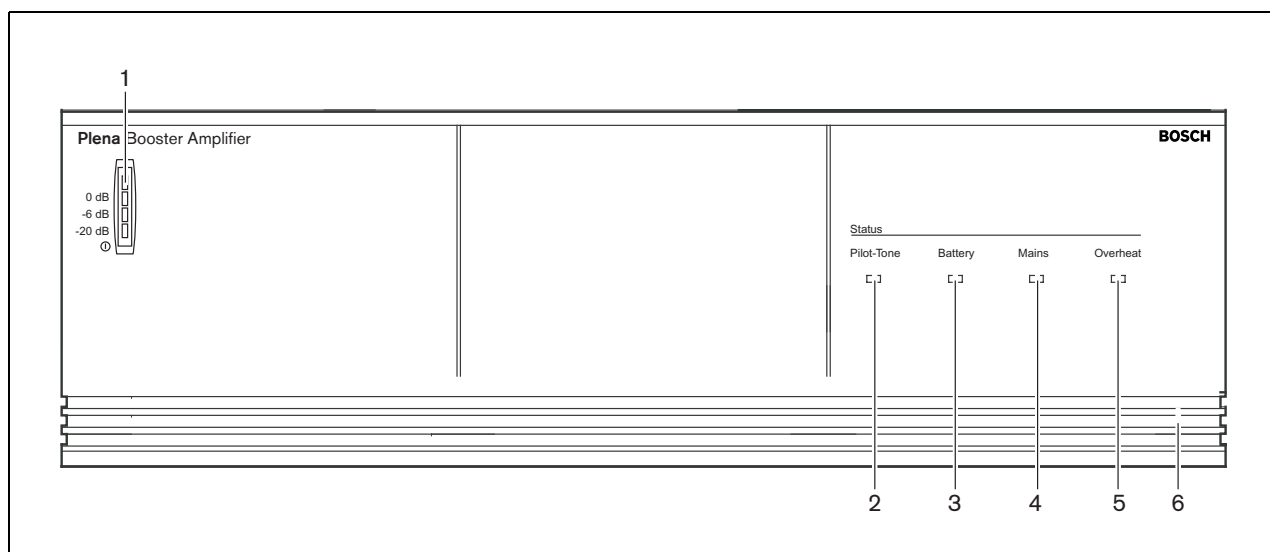

figura 5.2: Painel frontal LBB1938/20
Se estiver disponível alimentação de rede ou de reserva, a barra VU (1) na parte da frente do amplificador de potência está acesa e apresenta o nível de saída do amplificador (consulte a figura 5.2).